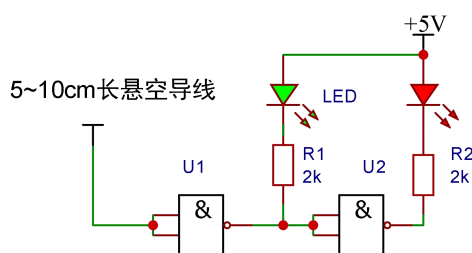

图 5.30 输入端接悬空导线的与非门电路
(4) 按照图 5.30 连接电路，其中 U1 的输入端接 5~10cm 长的一段悬空导线。电路通电后，将一把塑料尺或空矿泉水瓶在衣物或者头发上少许摩擦，然后接近、远离这根悬空导线，观察 LED 的颜色变化，分析产生此现象的原因。